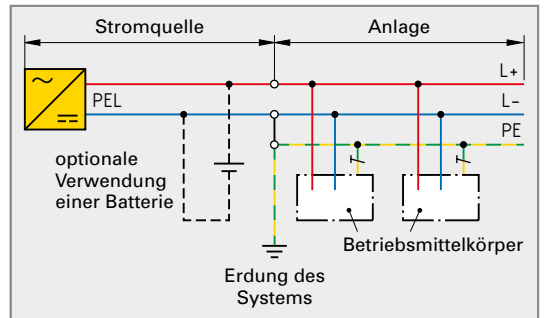

Bild 3: TN-S-DC-System
- TN-S-DC-System (**Bild 3**),